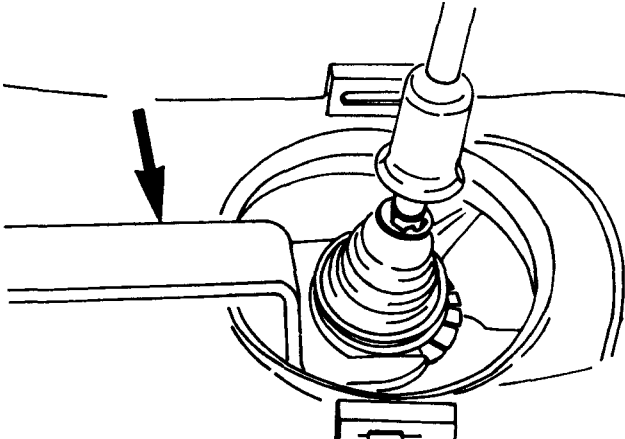

Рис. 1.47. Опора рычага переключения передач отворачивается специальным ключом 16-026.
39. Установите стопорную шайбу, шаровой подшипник и рычаг переключения передач и затяните с помощью ключа (рис. 1.47). Наденьте резиновый чехол, а среднюю консоль закрепите болтами к тоннелю.